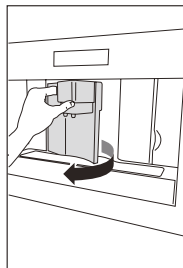
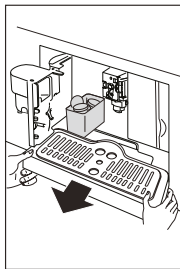
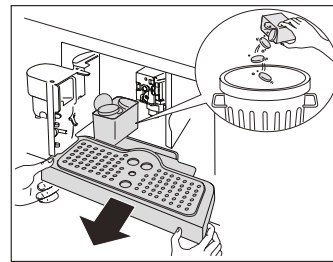

Fig. 23
Fig. 24
Fig. 39
- Per eseguire la pulizia aprire lo sportello di servizio sulla parte anteriore tirando l'erogatore (Fig. 23), estrarre quindi la vaschetta raccogliocce (Fig. 24) e pulirla (Fig. 39).